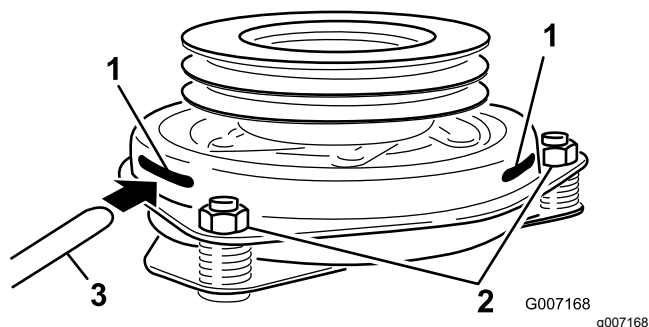

Figura 82
9. Insira um apalpa-folgas de 0,381 a 0,533 mm através de uma ranhura de inspeção na parte lateral do conjunto (**Figura 82**).
10. Aperte as porcas de bloqueio até haver uma ligeira dobra no apalpa-folgas, mas desde que continue a mover-se facilmente dentro do entreferro (**Figura 82**).